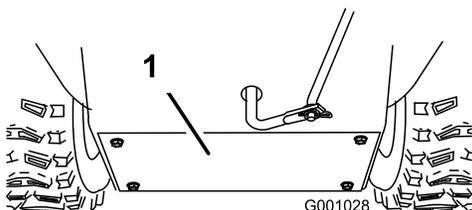

Figure 56
3. Déposez le couvercle arrière (Figure 56).